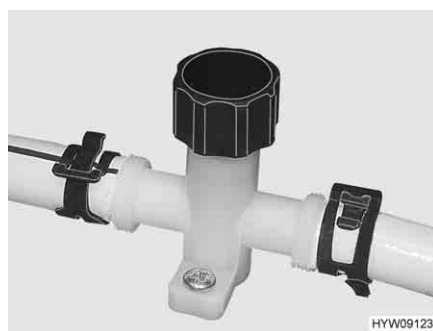
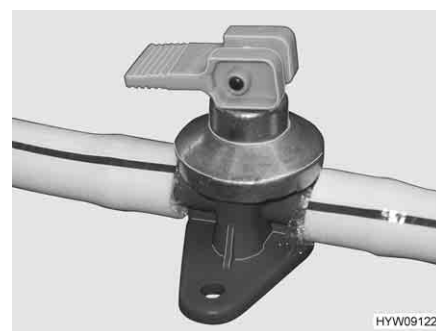

Fig. 124 Rubinetto di scarico (tubatura dell'acqua)
Fig. 125 Rubinetto di scarico (boiler Alde)
- Chiudere i rubinetti di scarico. Ruotare i coperchi (Fig. 124) in senso orario e posizionare la leva a bilanciere (Fig. 125) in posizione orizzontale.
- Aprire i rubinetti di scarico. A questo scopo, ruotare il coperchio (Fig. 124) in senso antiorario e posizionare verticalmente la leva a bilanciere (Fig. 125).